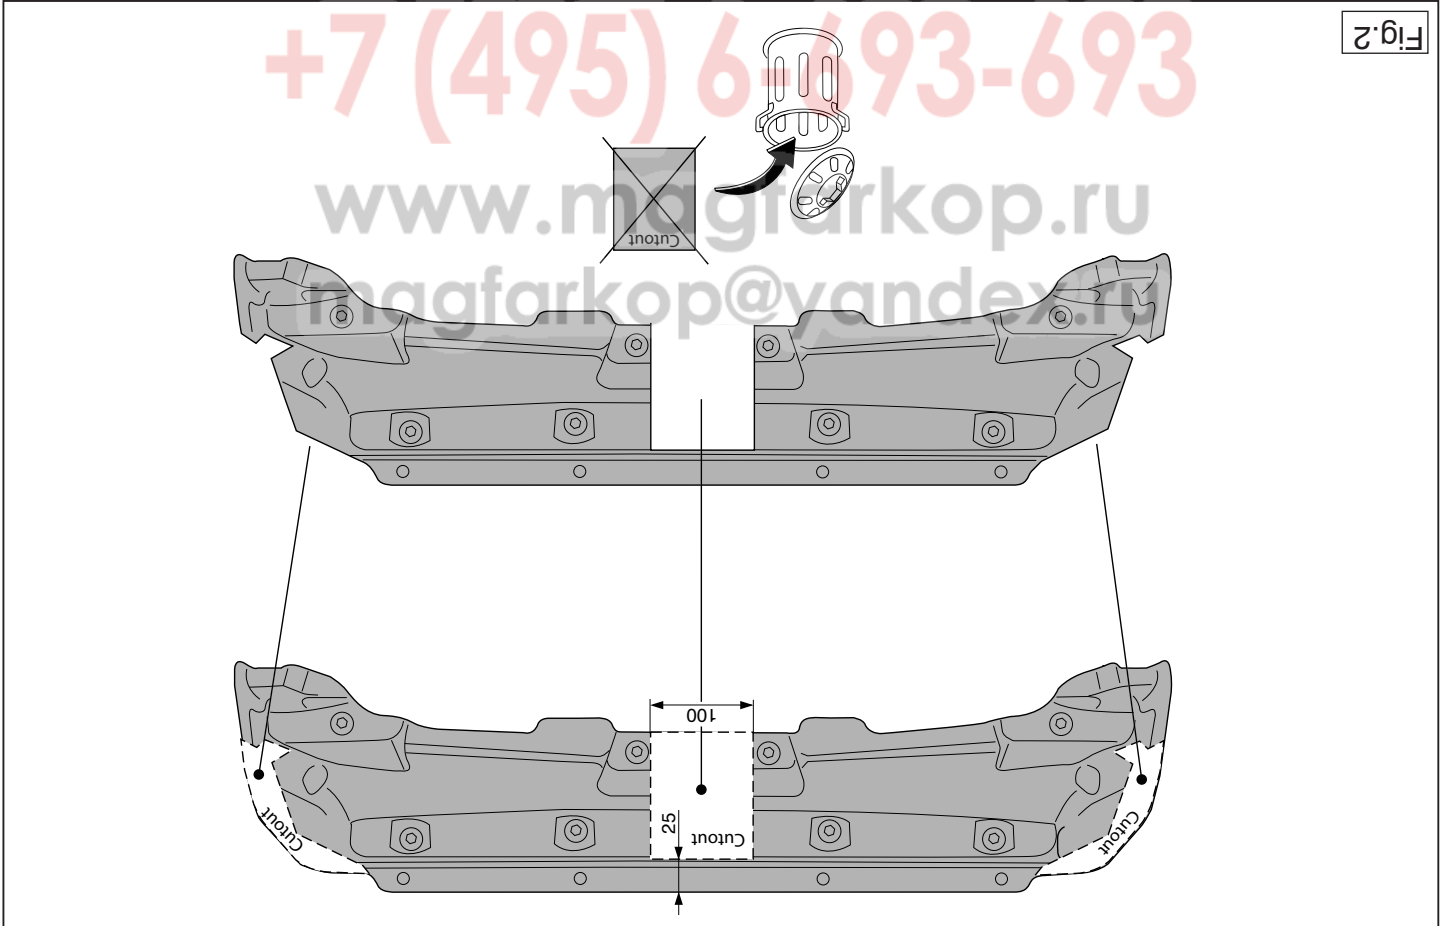

Fig.2
7. Gemäß der Abbildung 2 ein Stück aus dem Hitzeschild sägen.